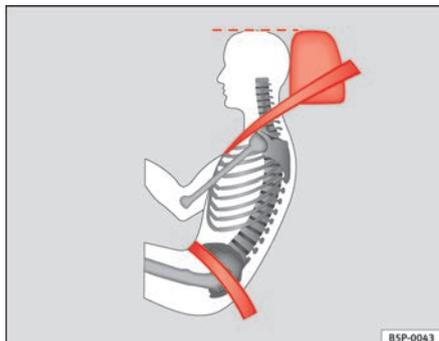

Fig. 14 Posição da faixa do cinto de segurança e do encosto de cabeça regulados correctamente, vistos de lado
- A faixa inferior do cinto de segurança deve passar na zona pélvica, mas nunca por cima do abdómen. O cinto de segurança deve ficar direito e bem ajustado à zona pélvica ⇒ fig. 14. Se necessário, encurtar um pouco a faixa do cinto de segurança.